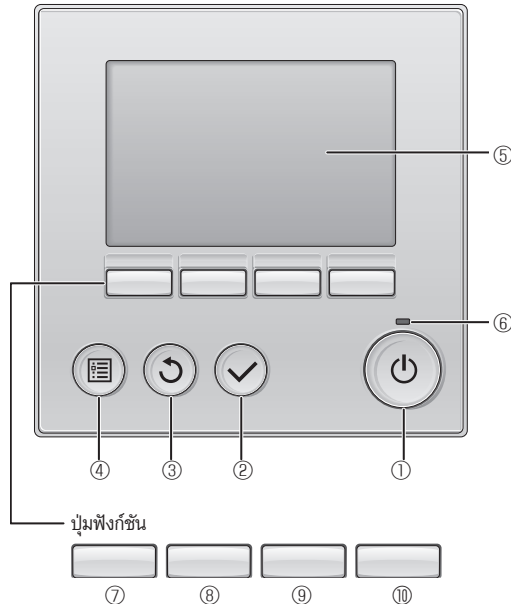

Fig. 5-1
5.2.1. ใช้รีโมทคอนโทรลแบบมีสาย (Fig. 5-1)
① ปุ่ม [ON/OFF]